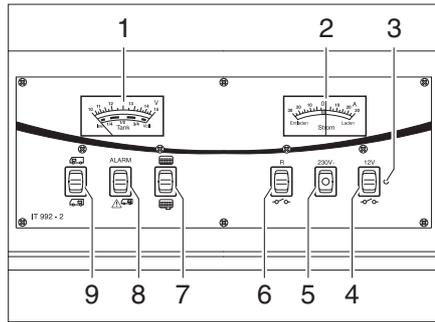

Fig. 187 Panneau de contrôle IT 992
Observer sur l'indicateur de charge/de niveau de réservoir (Fig. 187,1), la graduation supérieure. L'indicateur s'éclaire automatiquement dès qu'un commutateur est actionné.
- Commutateur à bascule (Fig. 187,9) vers le haut "☞" : La tension de la batterie de démarrage est affichée.
- Pousser le commutateur à bascule (Fig. 187,9) vers le bas "☜" : La tension de la batterie de cellule est affichée.
Observer sur l'indicateur de charge/de niveau de réservoir (Fig. 187,1) la graduation inférieure. L'indicateur s'éclaire automatiquement dès qu'un commutateur est actionné.
- Commutateur à bascule (Fig. 187,7) vers le haut  : Le niveau du réservoir d'eau est affiché.
- Pousser le commutateur à bascule (Fig. 187,7) vers le bas  : Le niveau du réservoir d'eaux usées est affiché.
Le voyant d'alerte rouge ALARME (Fig. 187,8) clignote dès que la charge de la batterie de cellule descend en dessous de 11 V (mesurée en marche) et qu'il y a risque de décharge profonde des batteries.
L'indicateur de courant (Fig. 187,2) affiche en permanence le courant de batterie circulant momentanément. L'indicateur s'éclaire automatiquement dès qu'un commutateur est actionné.
L'interrupteur principal 12 V (Fig. 187,4) établit ou coupe le panneau de contrôle et l'alimentation 12 V de la cellule.
Mise en service : ■ Commutateur à bascule (Fig. 187,4) vers le haut "—○—○—" : L'alimentation 12 V de la cellule est assurée. Le voyant de contrôle (Fig. 187,3) s'allume en vert.
Mise hors service : ■ Pousser le commutateur à bascule (Fig. 187,4) vers le bas "○—○—" : L'alimentation 12 V de la cellule est coupée. Le voyant de contrôle (Fig. 187,3) s'éteint.
Le voyant de contrôle 12 V (Fig. 187,3) s'allume dès que l'interrupteur principal 12 V (Fig. 187,4) est enclenché.
Le voyant de contrôle 230 V jaune (Fig. 187,5) s'allume lorsque la tension de réseau est présente à l'entrée du bloc électrique.
Mise en service : ■ Pousser le commutateur à bascule (Fig. 187,6) vers le haut : Selon le modèle, la pompe de circulation, la pompe à eau sous pression ou le chauffage électrique pour le réservoir d'eaux usées sont mis en service.
Mise hors service : ■ Pousser le commutateur à bascule (Fig. 187,6) vers le bas "○—○—" : Le circuit électrique est désactivé.